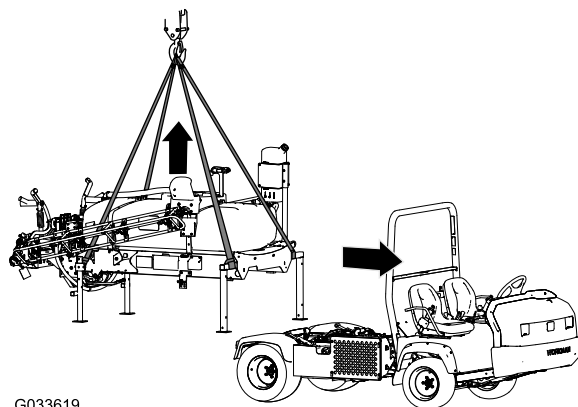

Figura 138
- Baixe as rampas para aproximadamente 45° e, em seguida, incline-as para a frente (Figura 138).
5. Ligue o equipamento de elevação aos tubos horizontais dos macacos frontais e o poste vertical aos macacos traseiros (Figura 138).
7. Eleve o patim do depósito da máquina o suficiente para afastar o patim da máquina (Figura 138).